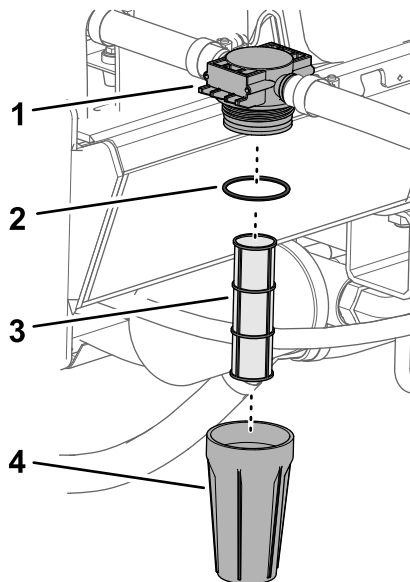

Figura 41
1. Ruotate il filtro in senso antiorario e rimuovete il pozzetto dalla testa del filtro (**Figura 41**).
2. Verificate l'elemento del filtro per escludere danni o un eccessivo accumulo di sedimento o detriti (**Figura 41**).
- A. Rimuovete l'elemento del filtro dalla testa del filtro (**Figura 41**).
- C. Verificate l'elemento del filtro nella testa del filtro (**Figura 41**).
3. Controllate l'O-ring per escludere danni (**Figura 41**).
4. Avvitare il pozzetto in senso orario sulla testa del filtro e serratelo manualmente (**Figura 41**).